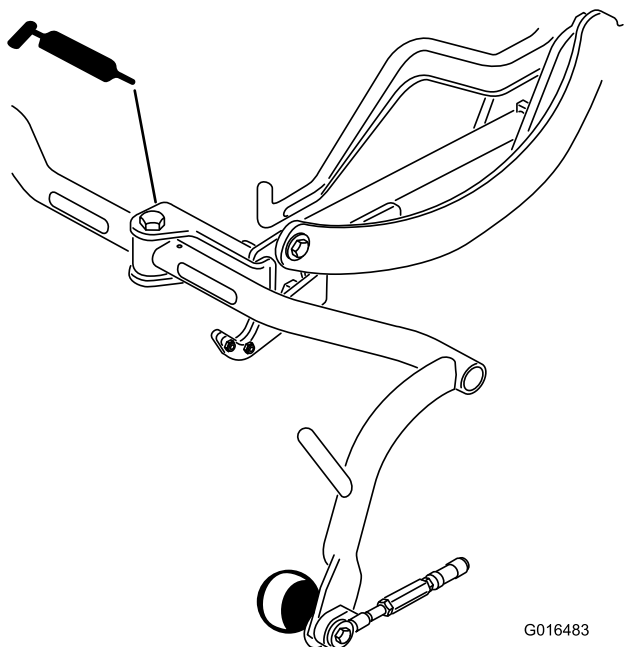

Figura 31
- Perno del telaio portante (3) (Figura 31)